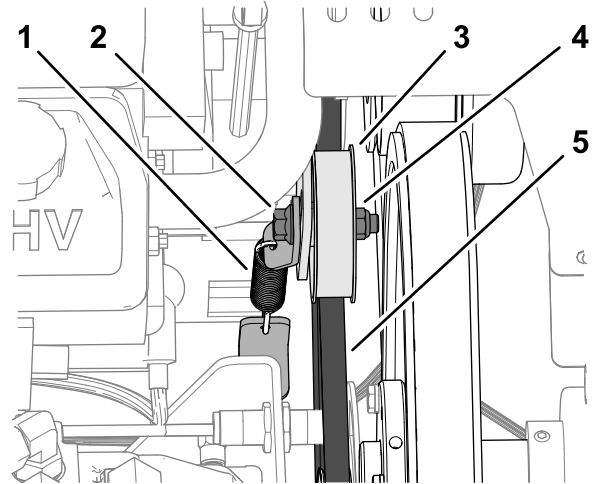

図 176
3. 油圧ポンプベルトのアイドルプーリを固定しているフランジヘッドキャップスクリューとフランジロックナットをゆるめる。ボルトがアイドルサポートのスロットの中で動くようになればよい 図 176。